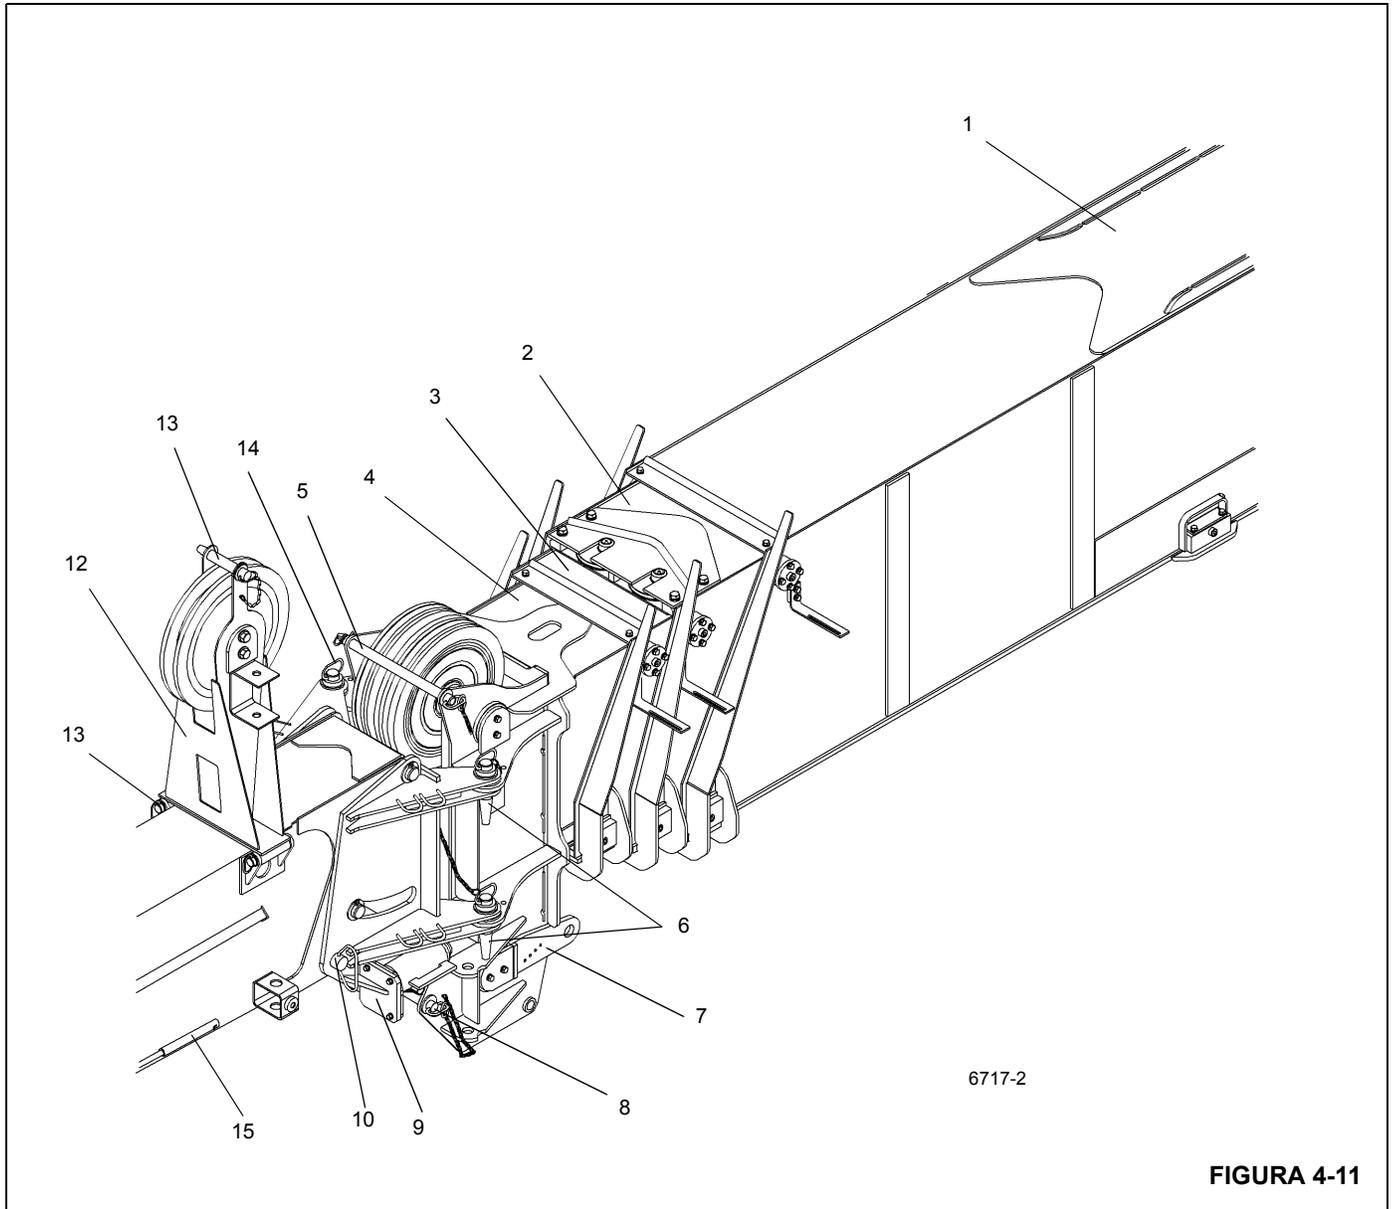

FIGURA 4-11
10. Extienda el gato de alineación (Figura 4-11) de la extensión de pluma hasta que el pasador de fijación inferior izquierdo quede libre. Retire el pasador de pinza inferior izquierdo y el pasador de fijación.